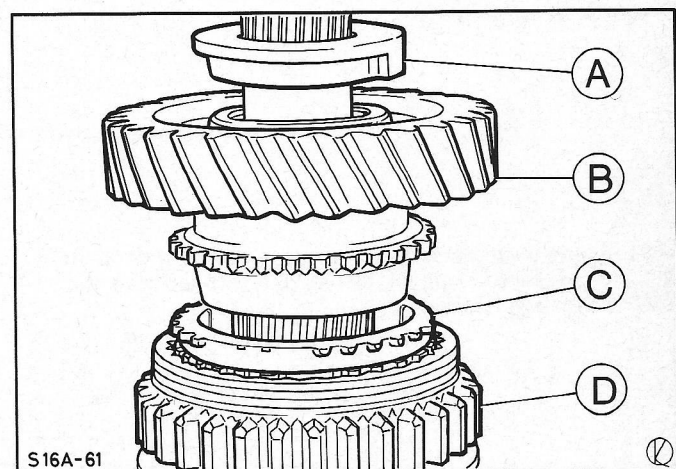

Fig. 21 A - Olieslingerring
32. Breng de synchroniseerveren aan in de synchranaaf en zet het 1e-versnellingsstandwiel met synchroniseerring en olieslingerring op de naaf, fig. 21.